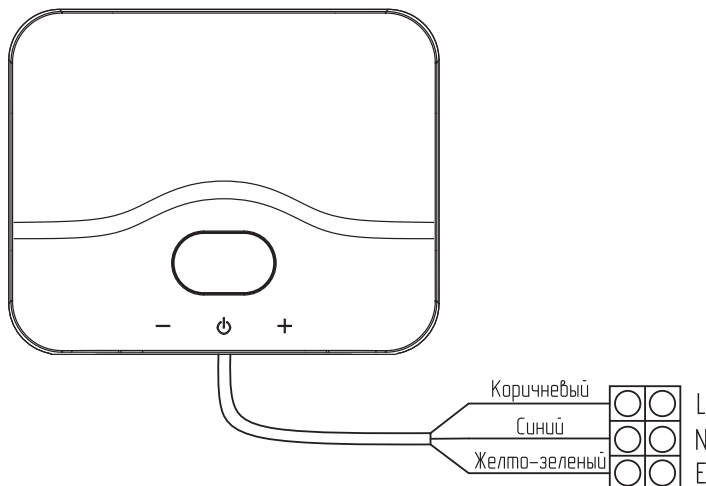

Рис. 8 Схема подключения водонагревателя
1. Подключите кабель к клеммным колодкам. Над клеммными колодками расположен значок подсказки. Схема подключения показана на **Рис. 8**.